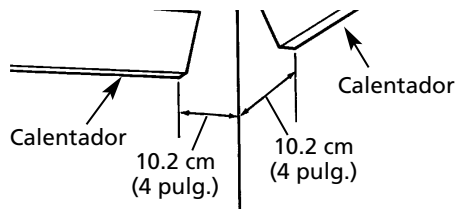

Figura 5
1. Los calentadores deben situarse de manera que el extremo de cada calentador esté a 10.2 cm (4 pulg.) de la pared lateral correspondiente. Consulte la Figura 5.